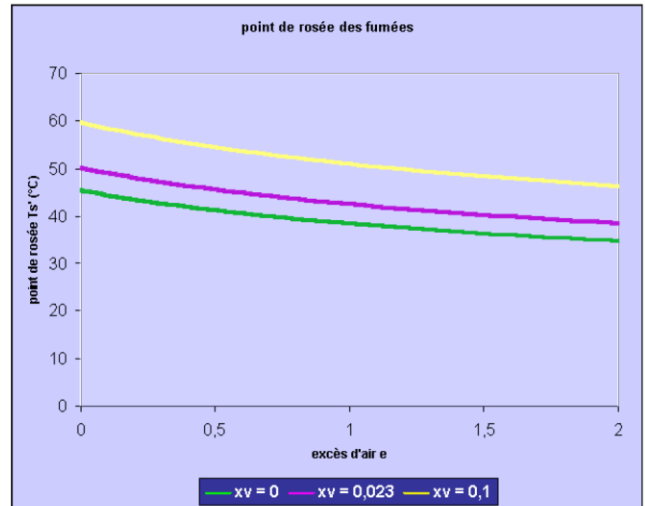

figure 1 – point de rosée des fumées
Les courbes  $TS$  en fonction de  $e$  et de  $u$  ont l'allure suivante (figure 1) que permet de retrouver l'équation (1) :